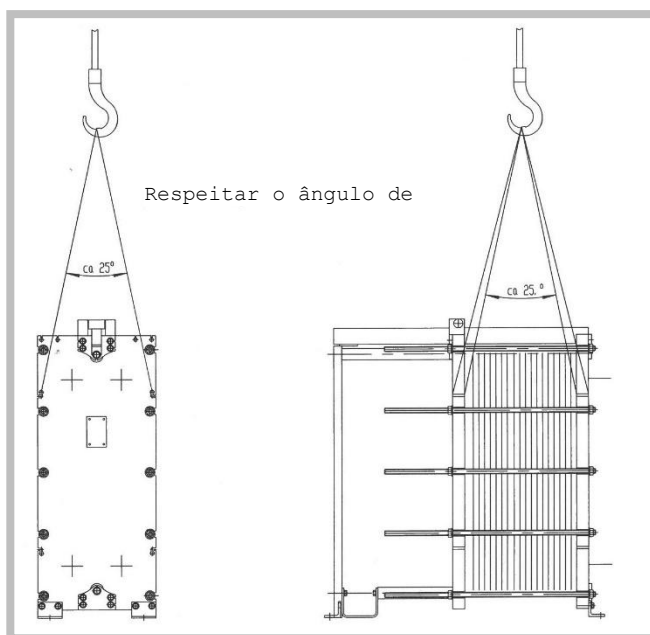

Figura 28
1. Fixe um meio de fixação apropriado nos olhais de suspensão previstos das placas dos quadros (figura 28). Não é permitido usar lingas de corrente. O PCP pode ficar danificado e escorregar.
3. Respeite o ângulo de encosto correto de aprox. 25° (figura 28).